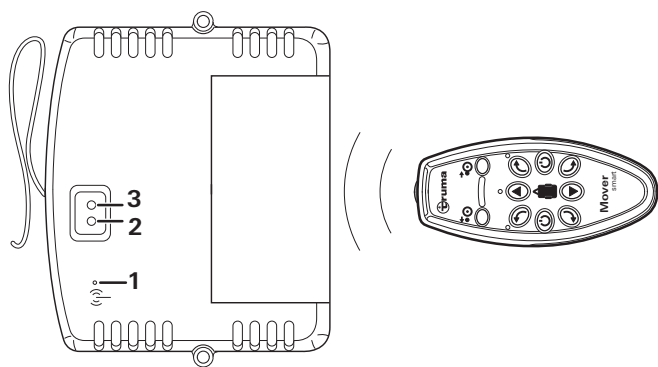

Bild 12
- Resettaste (Bild 12 - **1**) auf der Steuerung mit einem dünnen Gegenstand betätigen. Hierzu kann die Antenne der Steuerung verwendet werden.
Die grüne (Bild 12 - **2**) und rote LED (Bild 12 - **3**) auf der Steuerung blinken jetzt abwechselnd.